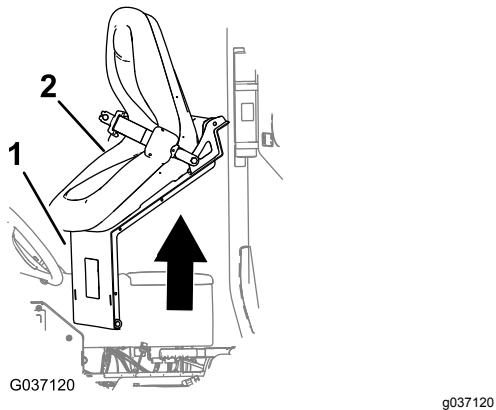

Figura 6
- Eleve o banco e placa do banco para cima e para fora da máquina (Figura 6).